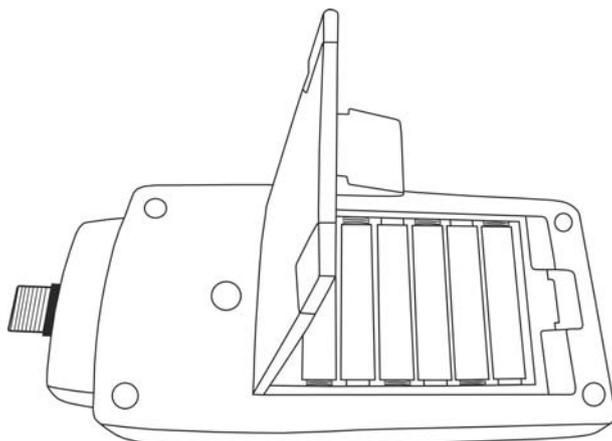

Fig. 16: Sustitución pilas internas
2. Levante el atril, pulse la lengüeta de la tapa del hueco de las pilas para abrirlo (vea la Fig. 16)